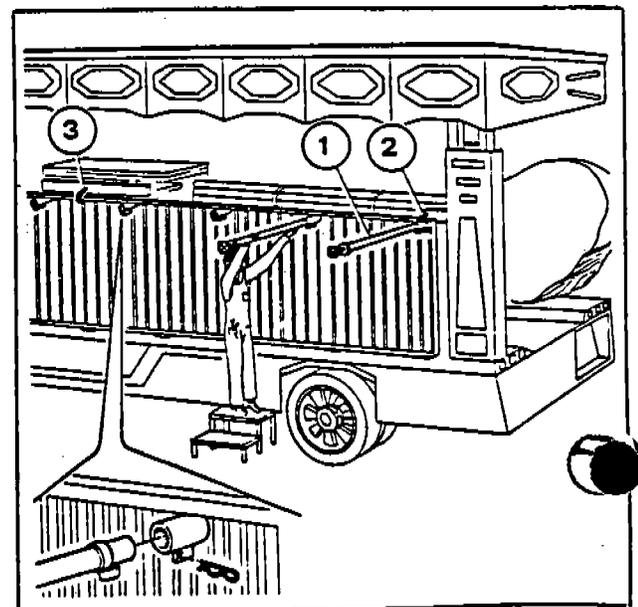
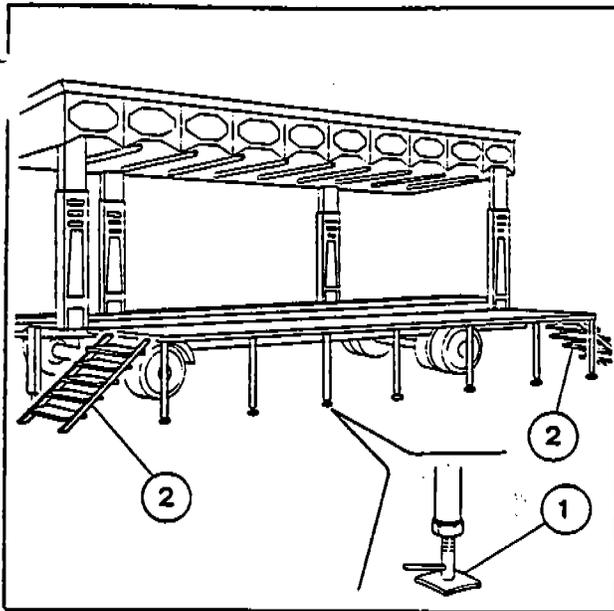

Fig. 12
Fig. 13
- a) Montare le gambe di appoggio (1-Fig. 12) sulla pedana.
- b) Sganciare i tiranti pedane (2-Fig. 12) alle estremità carro e (3-Fig. 12) centrale dal supporto appendice per il trasporto a zatura. Portare la pedana in posizione orizzontale (Fig. 13).
- c) Livellare la pedana registrando i piedini (1-Fig. 13) delle gambe di appoggio.
- d) Agganciare le gradinate (2-Fig. 13) alle estremità pedana.